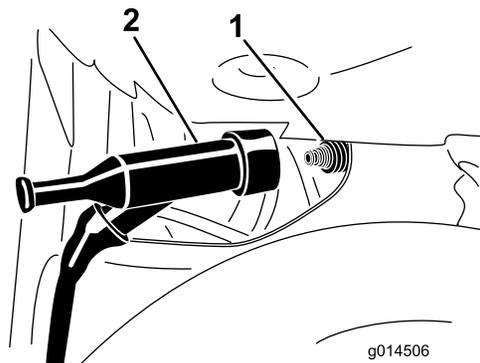

Figure 46
- Débranchez le fil de la borne de la bougie (Figure 46).
4. Poussez le fil sur la borne de la bougie (Figure 46).